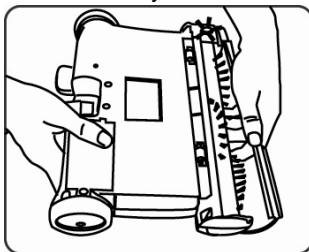

Fig. 12
11. Vuelva a colocar la cubierta del cepillo (Fig. 12)
4. De vez en cuando, quite la cubierta transparente del cepillo del frente de la barredora y saque la acumulación de pelusa, pelos o fibras del cepillo giratorio. Para quitar la cubierta, agárrala por debajo, tire hacia fuera y hacia arriba hasta que se desenganche de las ranuras laterales y de las pestañas de la parte superior. Corte cuidadosamente los hilos y cabellos con una tijera. (Fig. 12)